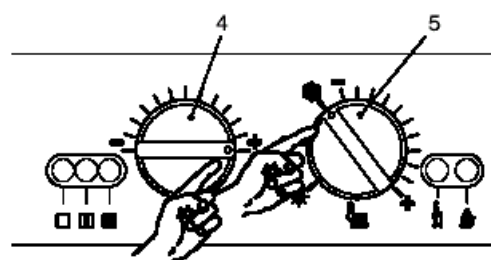

Fig. 7.1.
5. Colocar o comutador de funções 5 na posição indicada pela fig. 7.1.